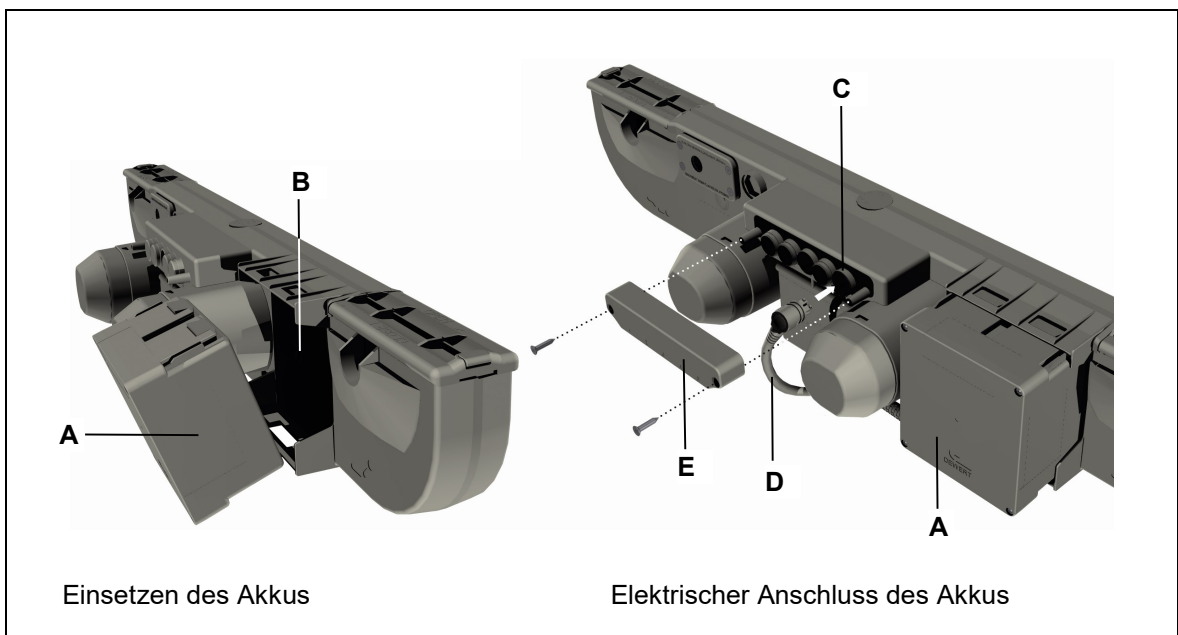

Abbildung 13 Akku-Anschluss am DUOMAT 7
- 11 Montieren Sie die Auszugssicherung wie in Abbildung 13 gezeigt und im Abschnitt „Anschluss einer wieder aufladbaren Batterie“ beschrieben.
- 4 Setzen Sie die Auszugssicherung (**E**) auf und befestigen Sie diese mit zwei Schrauben, wie in der Abbildung 13 gezeigt.
- 1 Entfernen Sie die Auszugssicherung (**E**), wie in Abbildung 13 gezeigt, und ziehen Sie den Akkustecker aus der Buchse (**C**).
- 4 Setzen Sie die Auszugssicherung (**E**) auf und befestigen sie diese mit zwei Schrauben wie in Abbildung 13 gezeigt.